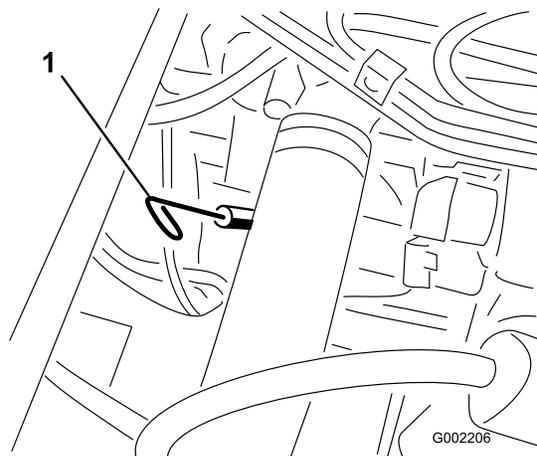

Figura 18
2. Togliete l'asta di livello, situata sotto il sedile passeggero, ed asciugatela con un panno pulito (Figura 18). Inserite l'asta nel tubo e verificate che sia inserita a fondo. Rimuovete l'asta e controllate il livello dell'olio.